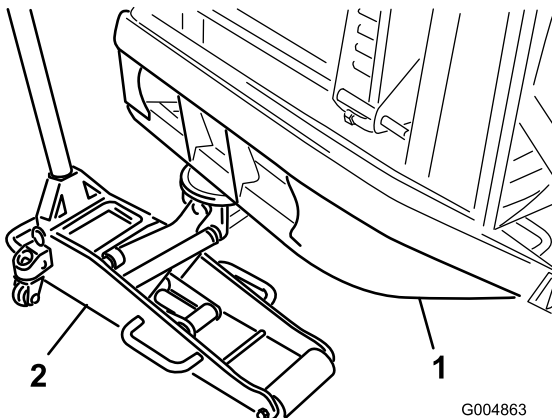

Figura 29
- Collocate un martinetto adatto allo scopo sotto il tubo del paraurti posteriore, sollevate la parte posteriore della macchina e sostenetela con cavalletti (Figura 29).